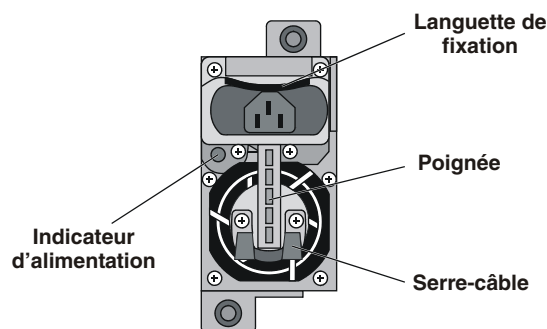

Figure 7-6. Panneau arrière du module d'alimentation
1. Localisez le module d'alimentation à retirer. Reportez-vous à la Figure 7-6 pour visualiser l'emplacement des DEL d'état associées aux modules d'alimentation.